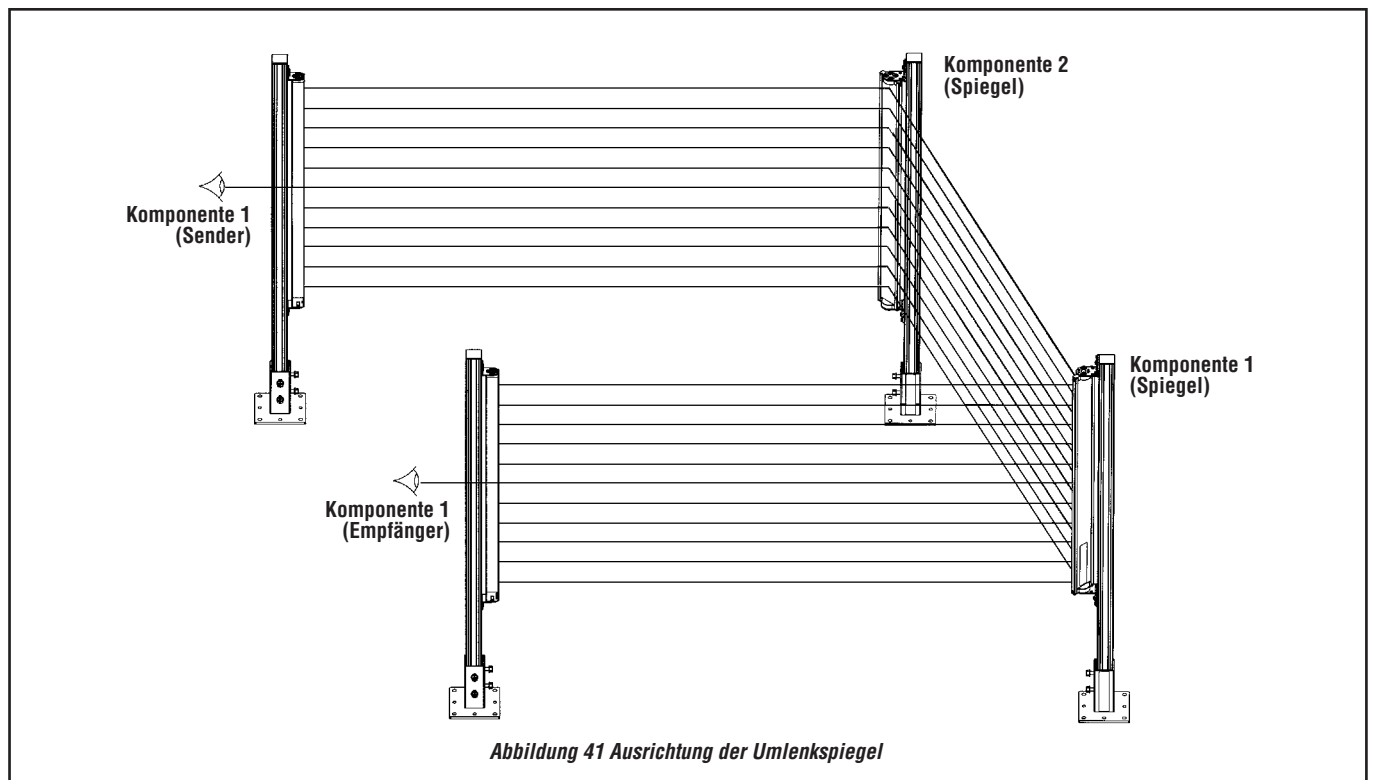

Abbildung 41 Ausrichtung der Umlenkspiegel
- 2) Entsprechend Abbildung 41 sollte die visuelle Überprüfung vorgenommen werden, indem man sich unmittelbar hinter einen Sensor stellt und direkt auf den Spiegel (oder den ersten Spiegel in Reihe bei Verwendung mehrerer Umlenkspiegel) schaut. Wenn die Ausrichtung ordnungsgemäß ist, erkennt man die gerade und mittige Reflexion der Linse des anderen Sensors im Spiegel.